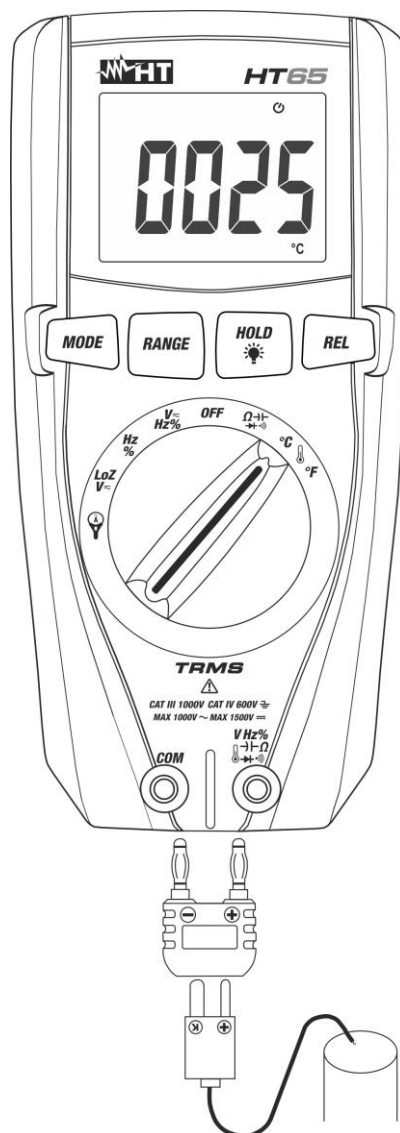

Fig. 9: Uso do instrumento para a medição de Temperaturas
2. Inserir o adaptador fornecido nos terminais de entrada **V Hz % Ω → ← →** (polaridade +) e **COM** (polaridade -) (ver Fig. 9).